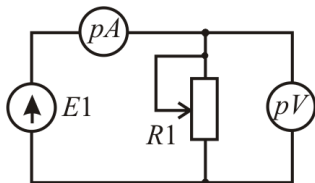

Рис. 1.2.
2. Поочередно соберите электрические цепи, приведенные на рис. 1.2 и 1.3.
для схемы рис. 1.2
По рис. 1.2